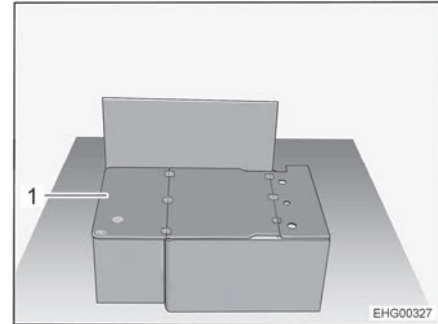

Bild 33 Längssitzbank ohne Polster
- Auflagebrett (Bild 33,1) um 180° umklappen und auf Sitztruhendeckel legen.